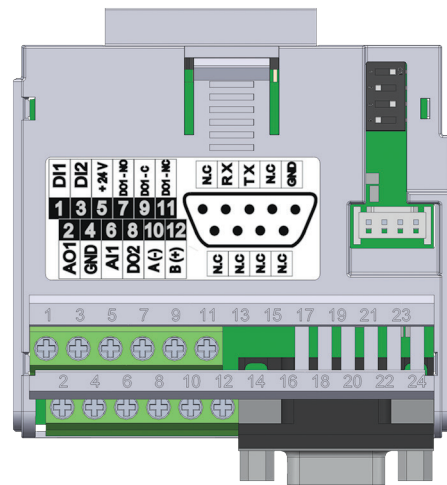

图20.2：插入模块CFW500-CRS232
CFW500-CRS232 插件模块通过端子10 (A-) 和 12 (B+) 的RS-485端口提供串行 (1) 接口, 同时通过标准连接器DB9的RS-232端口提供串行 (2) 接口。请参阅图20.2 (第20-1页)。